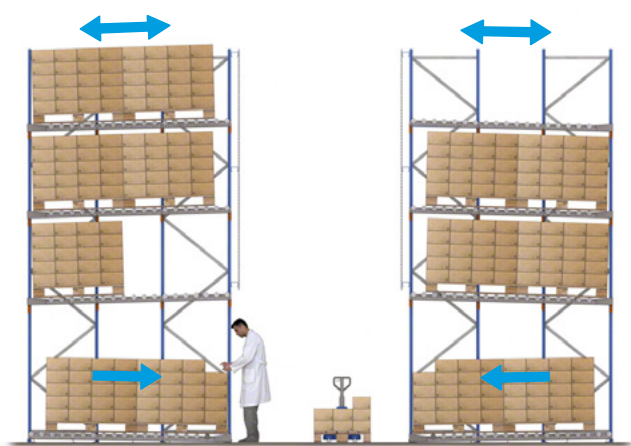

Figura 1
1. Un **único nivel de picking dinámico en la parte inferior**, donde se introducen los palets de los niveles superiores (figura 1).